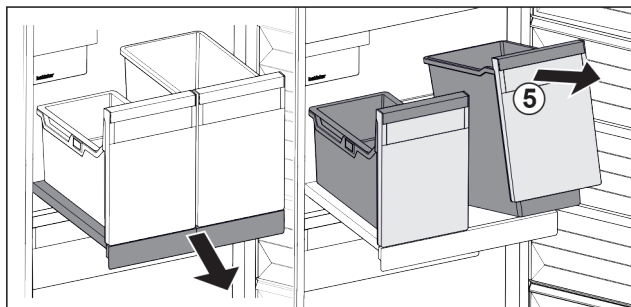

Fig. 191
- ▶ Spremnik Fig. 191 (5) podignite sprijeda.